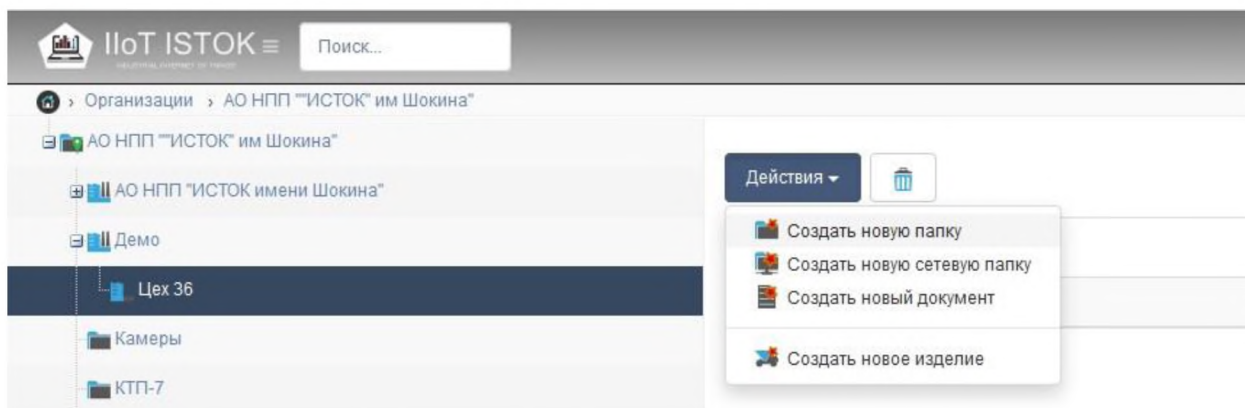

Рисунок 61 – Создание новой папки
9) Выделите созданный цех слева в дереве папок и нажмите **Действия, Создать новую папку** (рис. 61).